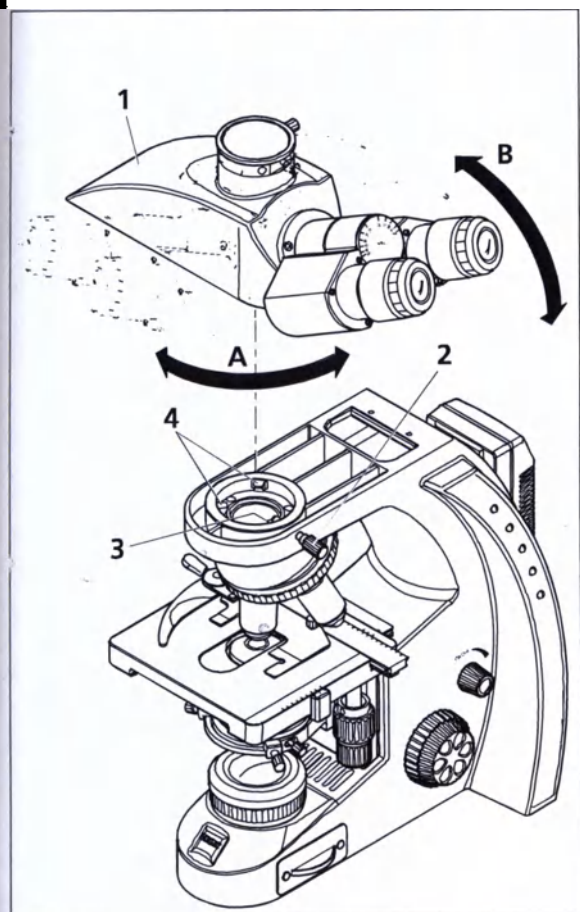

Рисунок 11 Смена тубусной насадки
- Ослабить зажимный винт (Рисунок 11/2). Повернуть тубусную насадку (Рисунок 11/1) приблизительно на 90° по часовой стрелке (Рисунок 11/A), слегка наклонить и снять её вверх уже в повернутом (правом) положении (Рисунок 11/B).
- Для монтажа тубусную насадку (окуляры должны показывать вправо) слегка наклонить и вставить насадку в штатив так, чтобы её кольцевая направляющая типа пласточина хвоста заходила в оба посадочных места (Рисунок 11/4).
- Насадить тубус на штатив уже в горизонтальном положении. При этом вырез на нижней стороне тубусной насадки должен располагаться над третьим посадочным местом (Рисунок 11/3) штатива.
- Повернуть тубусную насадку на 45° против часовой стрелки (окуляры обращены вперед). Выставить тубусную насадку относительно края штатива и затянуть зажимный винт (Рисунок 11/2).